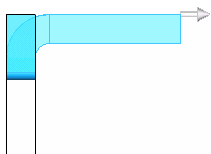
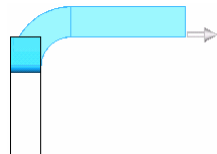
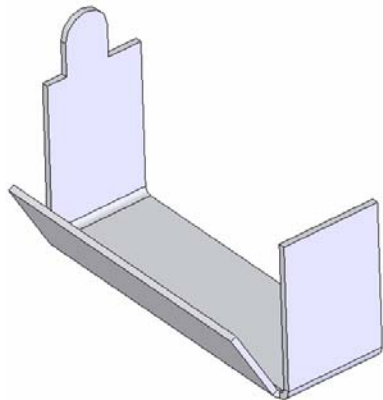

图 9-48 材料在内
图 9-51 虚拟交点中的折弯
图 9-52 生成边线法兰
③ 设定法兰位置。在法兰位置选择选项中有 4 种选项可供选择,即“材料在内”、“材料在外”、“折弯向外”和“虚拟交点中的折弯”,不同的选项产生的法兰位置不同,如图 9-48~图 9-51 所示。在本实例中,选择“材料在外”选项,最后结果如图 9-52 所示。